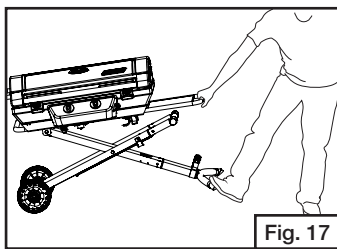

Fig. 17
- Coloque la pata en la manija de remolque, sujete la manija de la mesa lateral fija y levante. (Fig. 17)